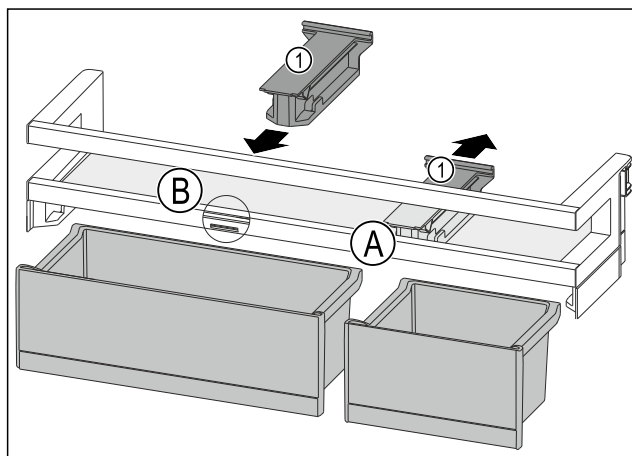

Fig. 168
- ▶ Desprindeți piesa de susținere Fig. 168 (1) din poziție Fig. 168 (A) spre spate.
- ▶ Introduceți piesa de susținere Fig. 168 (1) în poziție Fig. 168 (B).